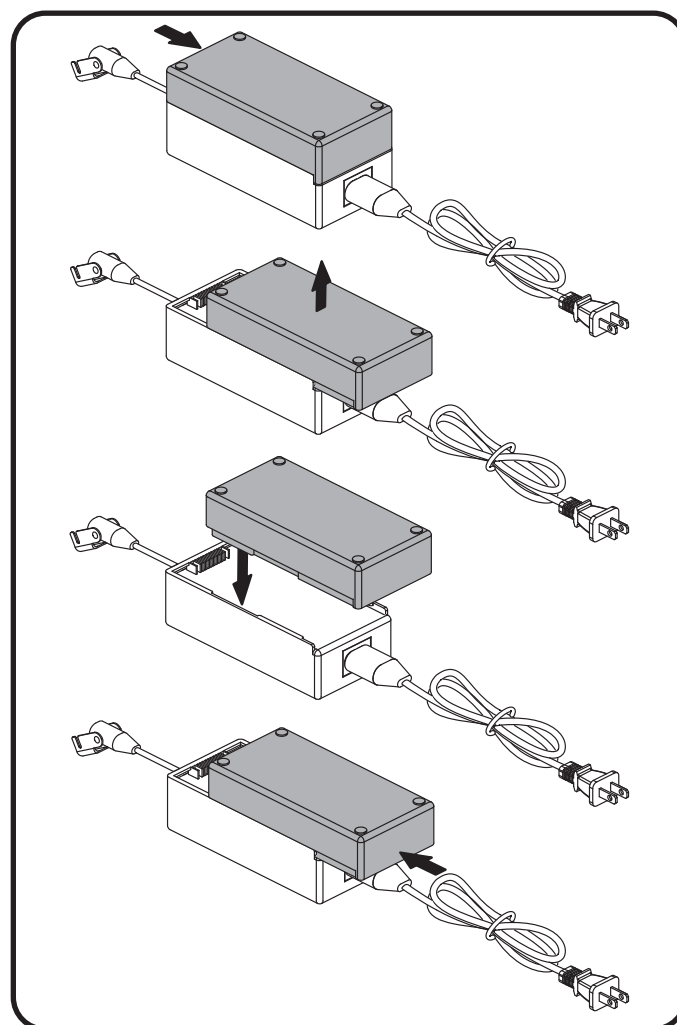

Figure 4.6 Reemplazo de la batería de iones de litio
5. Coloque la nueva batería de iones de litio sobre la parte externa transformador con los surcos de seguridad hacia el transformador externo (fig. 4.6).